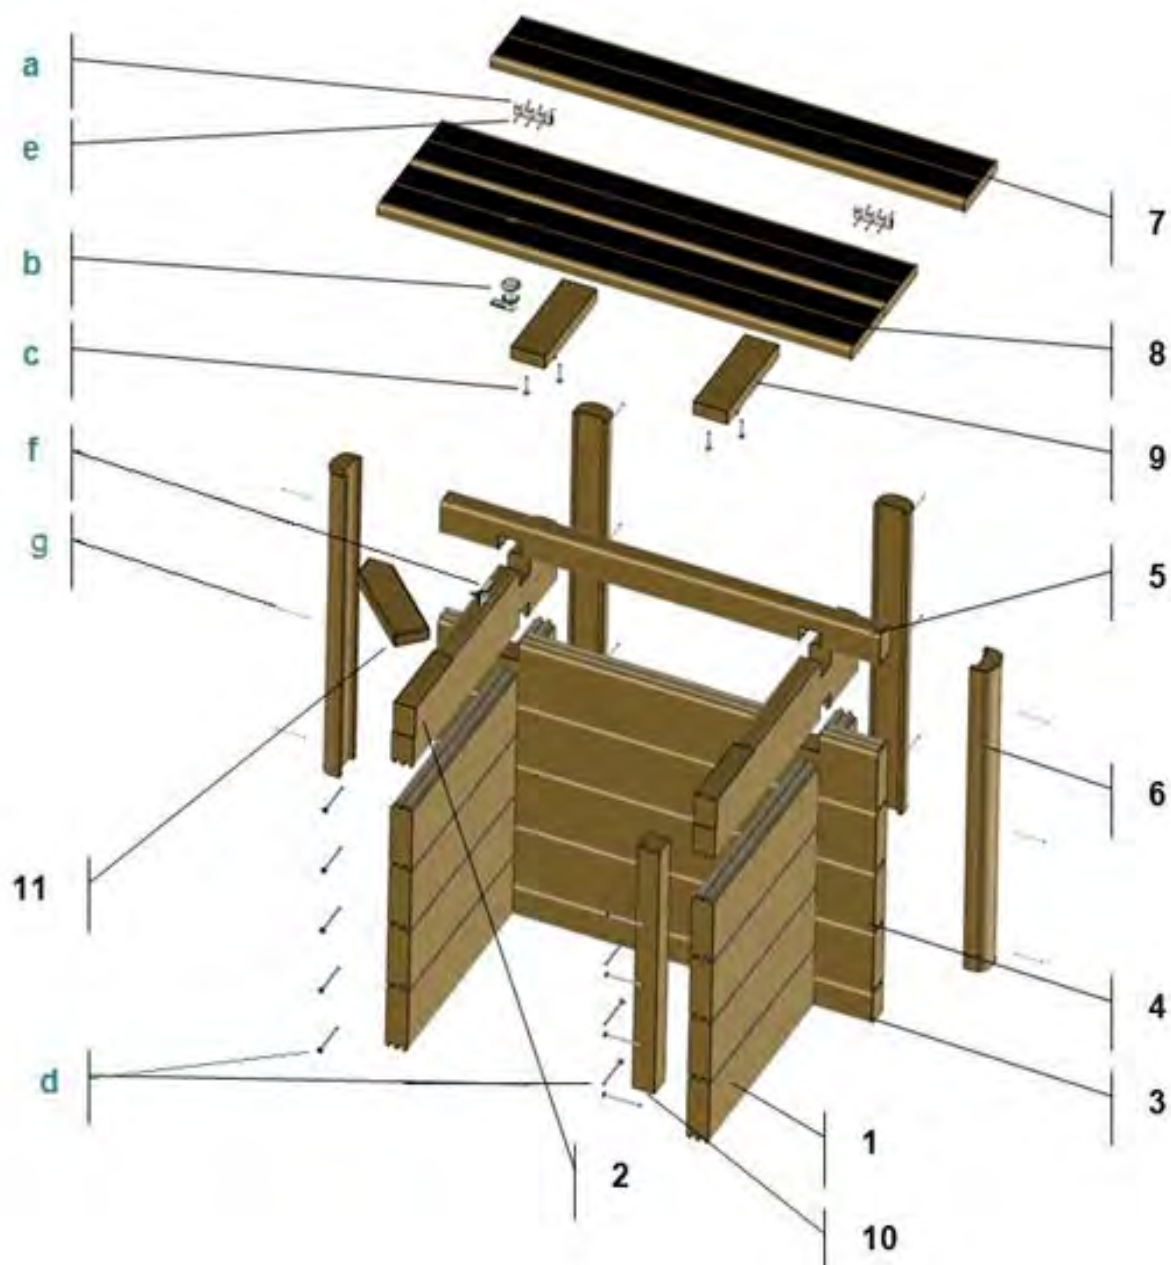
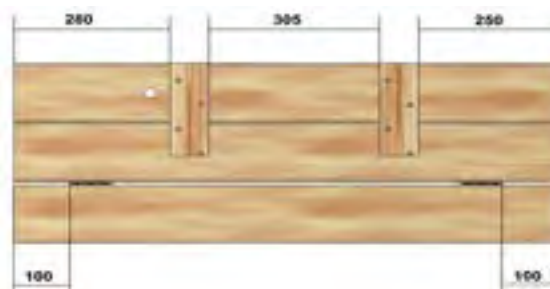

Figura 59 - Vista esplosa dei vani di copertura
Figura 66 – Montaggio del decking
Per finire, fissa la tacchetta da 45 × 45 mm (codice n. 10 in *Figura 59*) in posizione utilizzando 4 viti torx a testa svasata 5 × 80 filettate oltre 50 mm (d). Questa bitta dovrebbe essere a filo con l'estremità delle lamelle del vano di copertura.
La parte angolare fornita con la confezione in legno della tua piscina Urban è rettangolare. Dopo aver installato il bordo del vano di copertura, uno spazio triangolare sarà lasciato vuoto. Per evitare questa situazione, sostituire questa parte con l'estremità appuntita racchiusa nel vano di copertura (parte n. 11 *Figura 59*).
- Fissare la tacchetta (parte n. 10 in *Figura 59*) alle doghe in legno della piscina mediante tre viti Torx svasate 5 x 80 filettate oltre 50 mm (d);
Utilizzando 3 viti a testa svasata 4 × 35 per cerniera, montare le due cerniere sul bordo di un modulo di copertura per decking lungo 97,5 cm (codice n. 7 in *Figura 59*) nelle posizioni indicate in *Figura 66* .
Unire i due moduli di bordi da 97,5 cm rimanenti (uno dei quali è stato forato per trattenere il lucchetto) insieme con tasselli fissati dal basso. Utilizzare due viti torx 5 × 40 a testa svasata, filettate oltre 25 mm per strozzatore e per stecca, per un totale di 8 viti (c), prestando attenzione alla posizione della sede della serratura e alle dimensioni indicate in *Figura 66* , e lasciando uno spazio di 2 mm tra i due bordi.
Il meccanismo di bloccaggio del portello è composto da un cilindro di blocco, una camma di blocco da montare all'estremità del cilindro di blocco e una piastra di battuta da montare sulla stecca del pozzetto di copertura lavorata per trattenere il blocco (parte n. 2 in *Figura 59*).